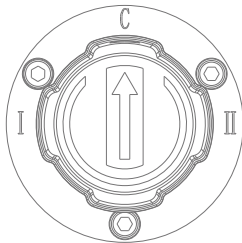

图6 气镇阀旋钮
抽除永久性气体时，气镇阀旋钮应处于关闭状态（如图6气镇旋钮箭头指向C）。如果打开气镇，就会造成极限压力上升(真空度降低)的现象。
- 当真空系统中含有少量的可凝性气体时，打开气镇阀（如图6气镇旋钮箭头指向I或II），可抽除真空系统中少量的可凝性气体，待真空系统压力降低到一定数值时再关闭气镇阀进行正常抽气。